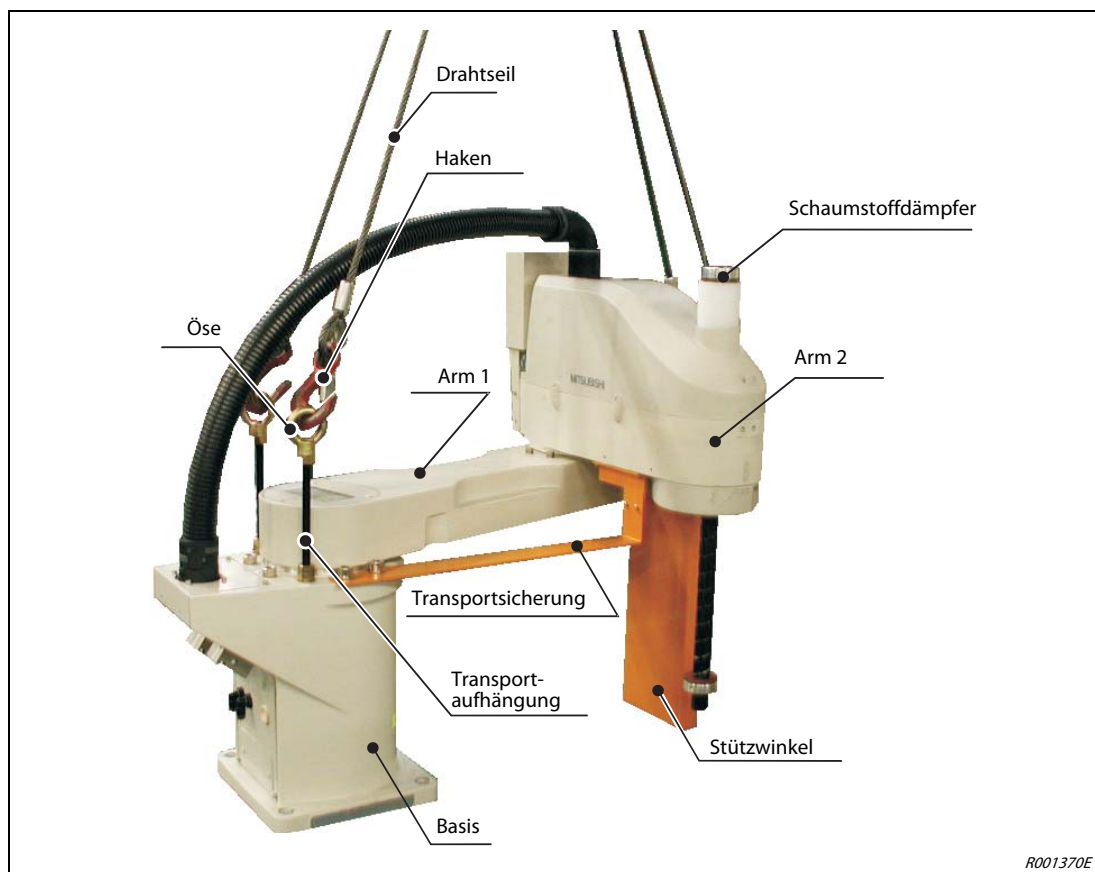

Abb. 3-11: Befestigung der Transportaufhängungen
- **Die Drahtseile des Krans müssen wie in Abb. 3-11 gezeigt geführt werden, da es sonst zu Störungen kommen kann.**